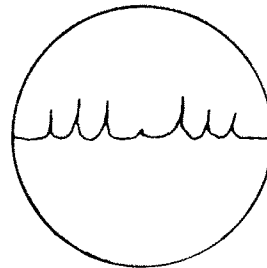

Bild 2
3.5.1.3 Öka oscillatorns nivå från min tills bärvågen försvinner första gången. Oscilloskopbilderna ska likna bild 2. Kontrollera att nivån är -43,4 dBu. Om denna nivå inte erhålls ställ in oscillatoren på -43,4 dBu. Justera med potentiometern HF DEV på modulatern LENKU-80854 genom att först vrida potentiometern till moturs ändläge och sedan sakta medurs tills bärvågen försvinner.
- 3.5.2.3 Öka oscillatorns nivå från min tills bärvågen försvinner första gången. Oscilloskopbilden ska likna bild 2. Kontrollera att nivån är -36,4 dBu. Om denna nivå inte erhålls, ställ in oscillatorn på -36,4 dBu. Justera med potentiometern LF DEV på oscillator LENKU-80678 genom att först vrida potentiometern till moturs ändläge och sedan sakta medurs tills bärvågen försvinner.